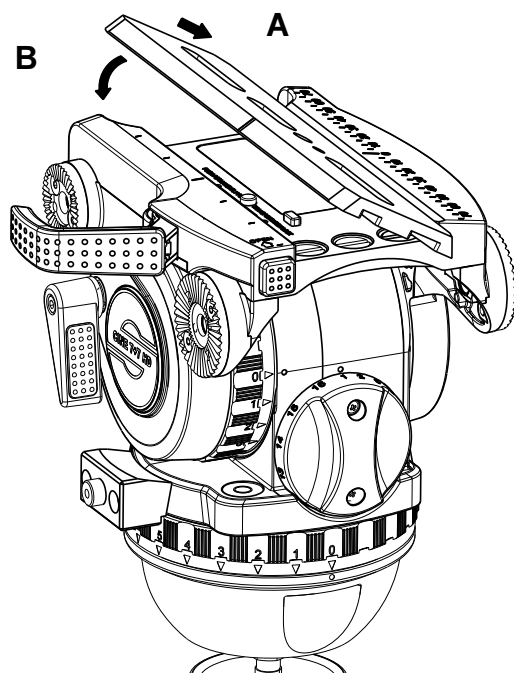

Abb. 5
- ⇨ Setzen Sie die Kameraplatte schräg in die Schwalbenschwanzführung am Fluidkopf ein (Abb. 5, Pfeil A).